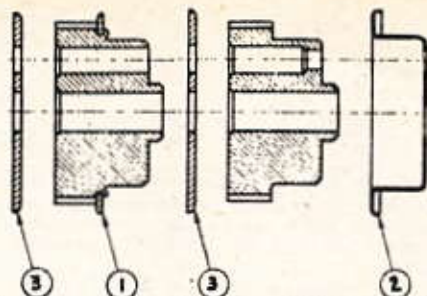

Fig. 38. — Pignon d'entraînement de la courroie et flasques de guidage.
le pignon était en acier et le flasque intérieur (1) serti (fig. 38).